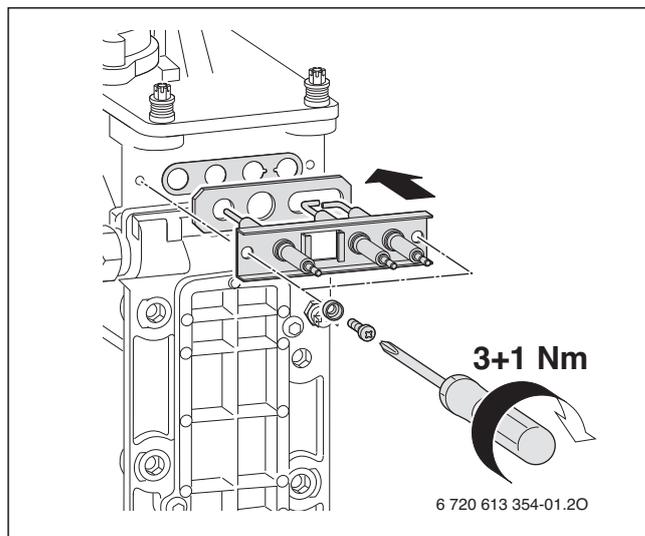
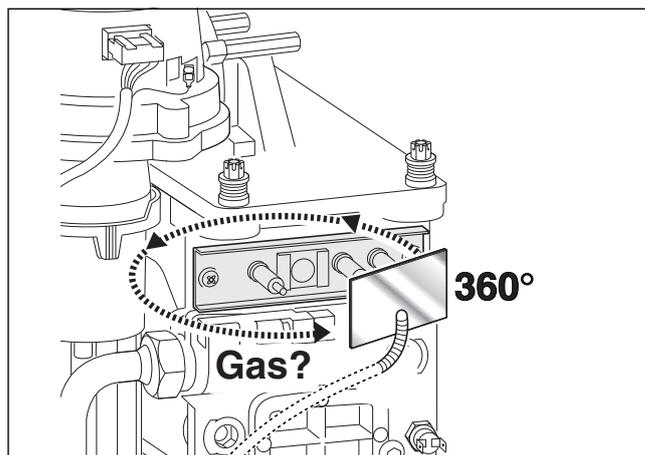

Fig. 60
Fig. 61
- ▶ Rimuovere il gruppo di elettrodi (→ pag. 10, pos. 31) con la guarnizione, verificare il grado di usura degli elettrodi ed eventualmente pulirli o sostituirli.
- ▶ Rimontare il gruppo di elettrodi (fig. 60) e verificarne la tenuta, come da fig. 61, mediante uno specchietto.